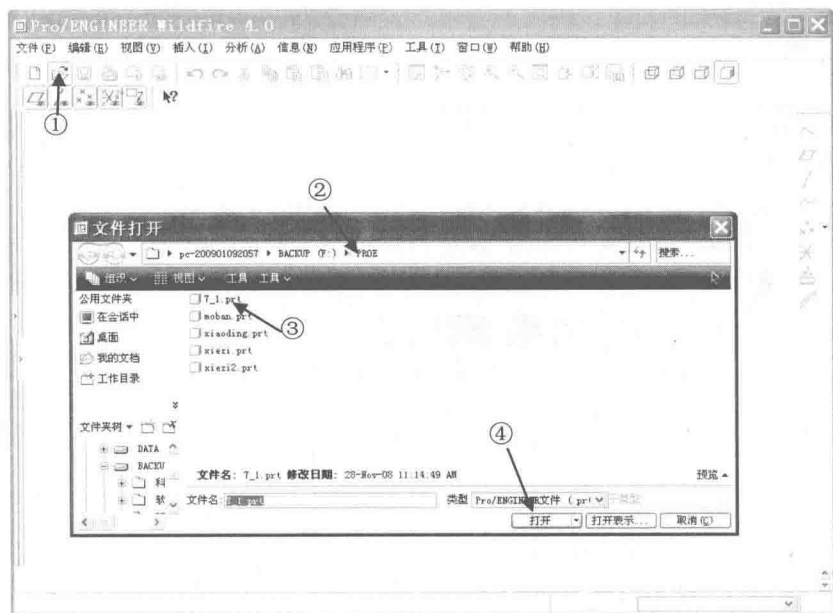

图 1.5 打开文件
具体过程如图 1.5 所示。
(1) 打开文件还可以在浏览窗口中直接选择文件存放的文件夹，然后在浏览器中选中要打开的文件，按住鼠标左键不放，将其拖曳到绘图区，然后释放鼠标左键。请读者自行练习该方法。
(2) 在图 1.5 所示的“文件打开”对话框中还有其他一些按钮，请读者自行练习并熟悉它们各自的功能。